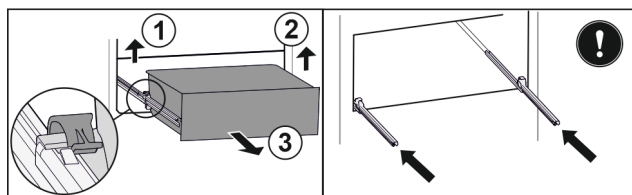

Fig. 142
- ▶ Podignite lijevu stezaljku i istovremeno izvucite ladicu lijevo prema naprijed. Fig. 142 (1)
- ▶ Podignite desnu stezaljku i istovremeno izvucite ladicu desno prema naprijed. Fig. 142 (2)
- ▶ Izvadite ladicu prema naprijed. Fig. 142 (3)